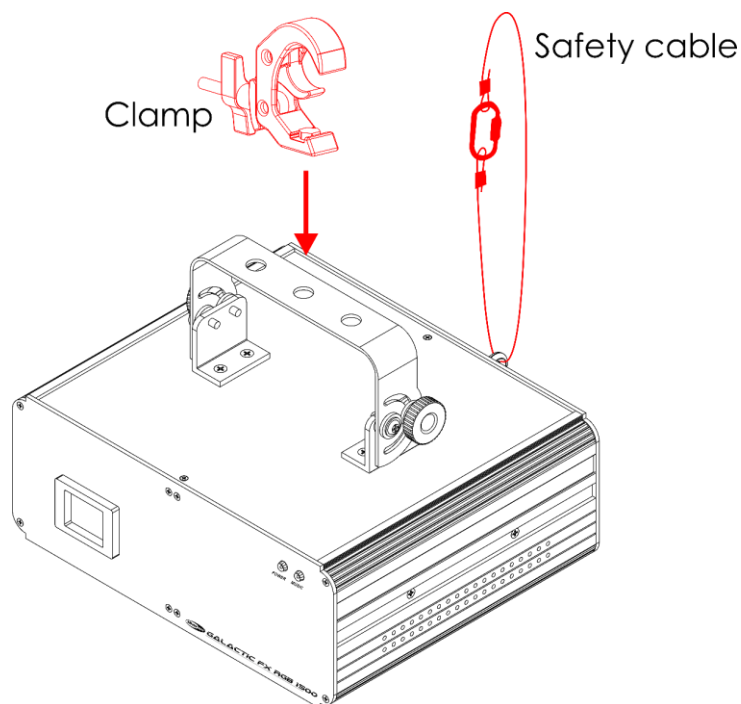

Abb. 09
- 01) Befestigen Sie das Gerät mit einer Schelle an der Tragstruktur, wie in Abb. 09 dargestellt. Stellen Sie sicher, dass sich das Gerät nicht frei bewegen kann.
- 02) Sichern Sie das Gerät mit einer Sekundäraufhängung, z. B. einem Sicherheitskabel. Stellen Sie sicher, dass die Sekundäraufhängung das 10-fache Gewicht des Geräts tragen kann. Wenn möglich, sollte die Sekundäraufhängung unabhängig von der Primärhalterung an der Tragstruktur befestigt werden. Führen Sie das Sicherheitskabel durch den **Sicherheitsring (19)** wie in Abb. 09 gezeigt.